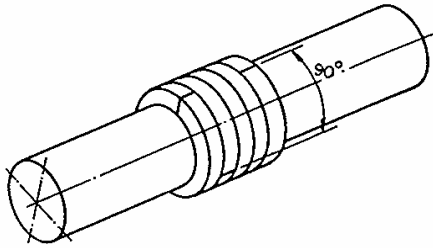

Fig. 15 – Posición de los anillos desplazados 90° uno del otro
- Proceder al montaje en la secuencia invertida a la del desmontaje, introduciendo cada pieza en el interior de la cámara del prensaestopas con la ayuda de la brida del mismo. Los anillos de la empaquetadura deberán ser montados de forma que sus extremos queden desplazados a 90° uno del otro. (Vea Fig.15)